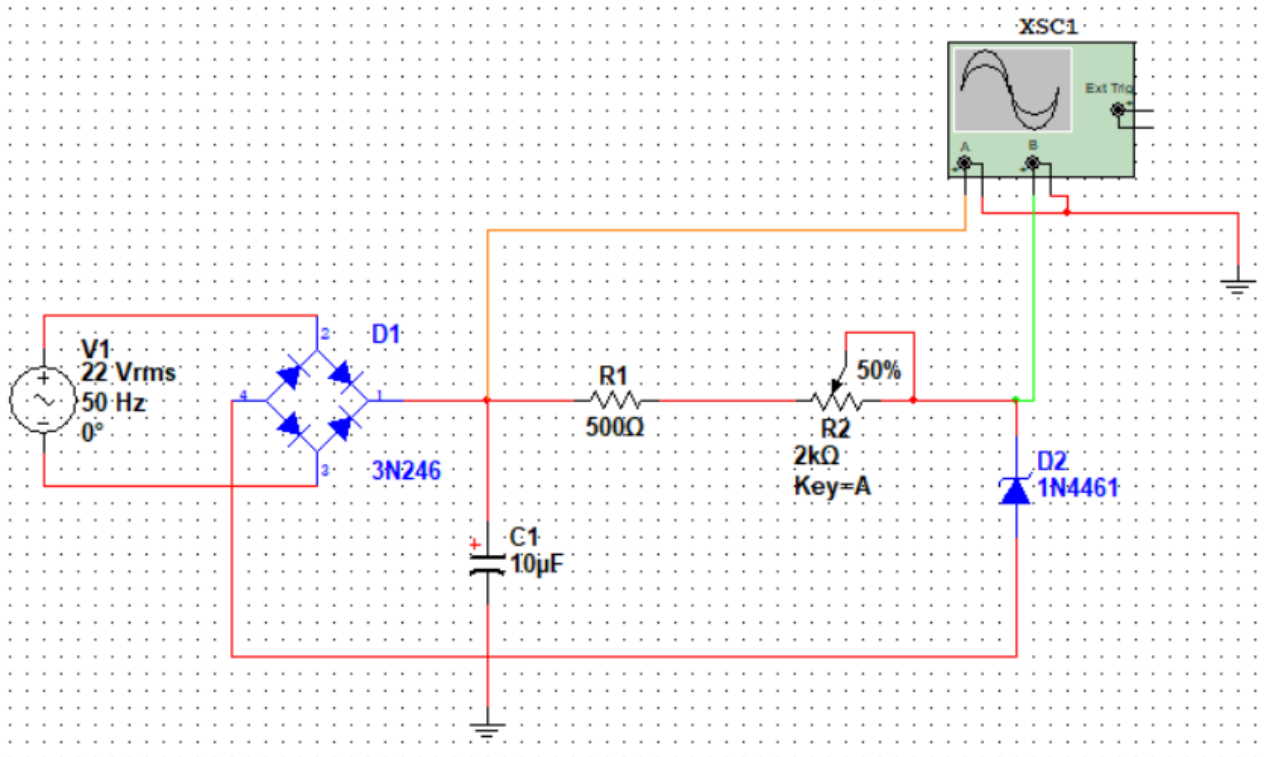

Рисунок 4.24
10. Побудувати та вивчити призначення всіх елементів схеми параметричного стабілізатора (рис. 4.24). Підключити навантажувальний резистор $R3 = 1\text{кОм}$ паралельно до стабілітрона D2 та знову обчислити такі ж коефіцієнти стабілізації. Зробити висновки.